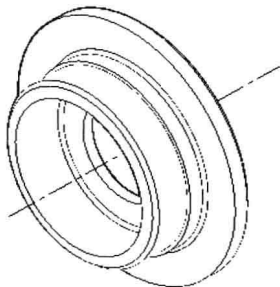

图 8-3-12
- (3) 在“绘图”面板中单击“面域”按钮，选择轮廓线，按 Enter 键，创建面域。
- (4) 在“建模”面板中单击“旋转”按钮，命令行提示“选择要旋转的对象”，单击面域，按 Enter 键。
- (5) 命令行提示“指定轴起点或根据以下选项之一定义轴 [对象(O)/X/Y/Z]<对象>”，单击中心线两个端点，确定旋转轴的起点和端点位置，两点之间的连线将是虚拟的旋转轴。
- (6) 命令行提示“指定旋转角度或 [起点角度(ST)] <360>”，按 Enter 键，即可创建旋转对象。
- (7) 在“视图”面板中选择“东南等轴测”，观察三维实体，如图 8-3-12 所示。